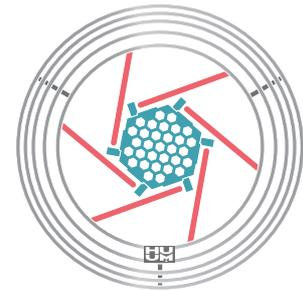

Figure 2 / 図 2
- Install an air tunnel between the heating elements of the heater. **Figure 2**.
- エアトンネルが、サウナストーブの発熱体の内側に来るように設置してください(図2を参照)。